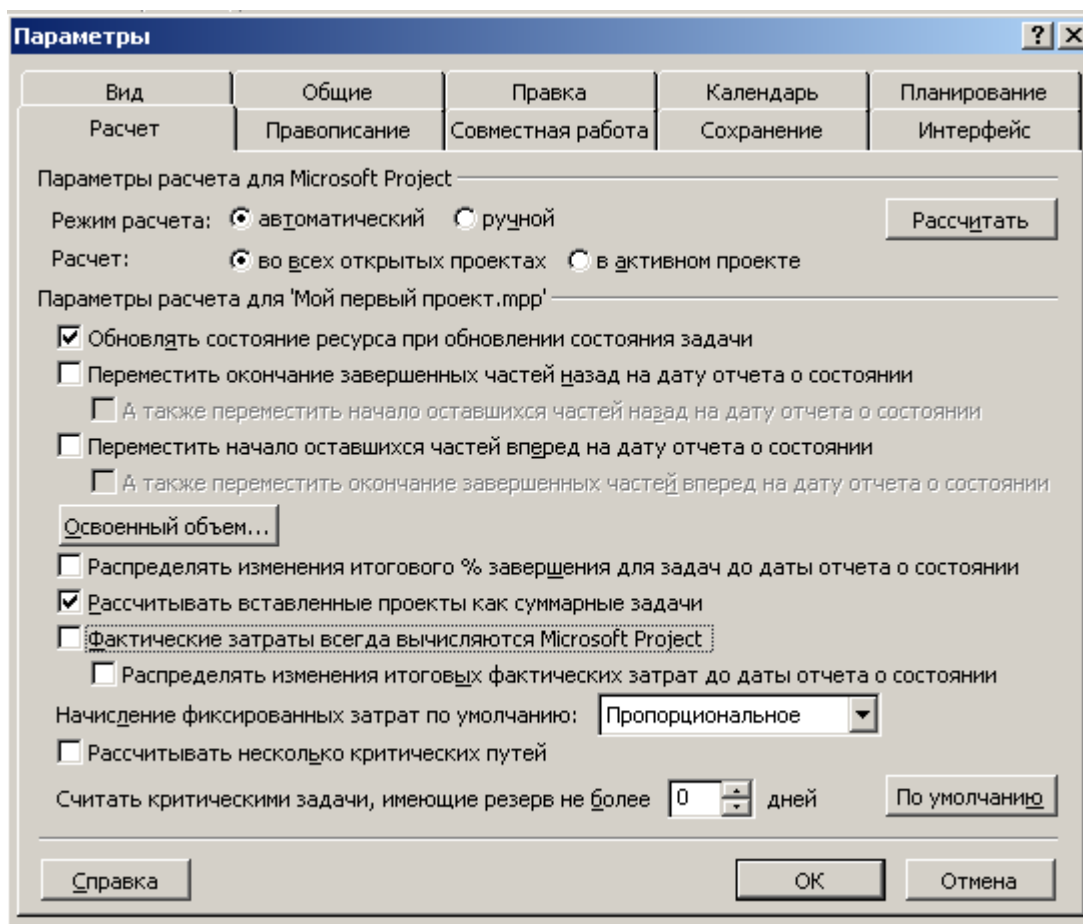

Рис. 63. Вкладка Расчет диалога (Параметры)
- Щелкните мышью на ярлычке (Расчет). В диалоге появятся элементы управления этой вкладки (рис. 63).